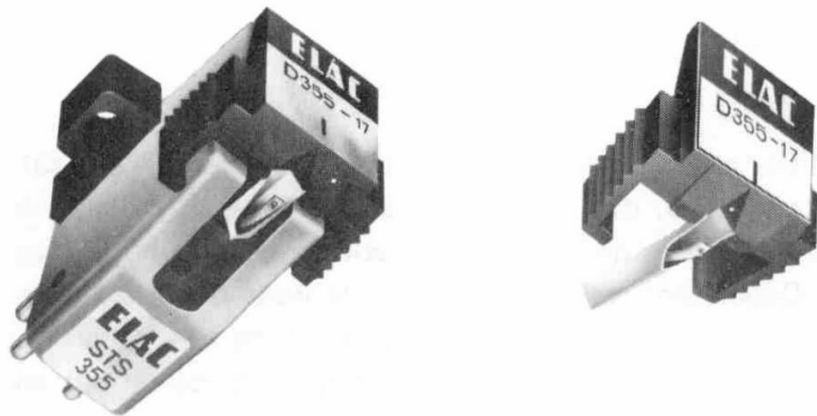

Fig. 18
5.1 ELAC-Spezial-Tonabnehmer (Fig. 18)
Die bekannten ELAC-Abtastsysteme (Fig. 18) gehören zum optimalen Zubehör. Sie besitzen die üblichen Standard-Abmessungen und lassen sich leicht in den MIRACORD 50 H II einbauen.
ELAC STS 355-17: Stereo-Magnetsystem mit Diamantspitze, 17 μm Verrundung für alle Mikrorillenplatten, Auflagekraft 1...2 p, statische Compliance 30 $\cdot 10^{-6}$ cm/dyn. Übertragungsbereich 20...22.000 Hz (Fig. 18).